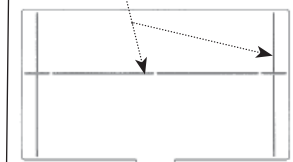

Fig. 9
- If additional space is required for devices greater than 1.7"(43 mm) in depth but not exceeding 2.9"(73 mm) depth attach (6) standoffs (b1) to mounting bracket (f). Depths measured from device mounting surfaces.
- Insert divider (b) between power side and data side. For 50/50 (Fig. 6) combinations insert divider tab into slot (c), Fig. 8. For 60/40 combinations (Fig. 7), break off ends of the divider along scores (See Fig. 9) and insert into slot (d), Fig 8. For shallow depth applications break off top edge of divider plate.
- b. S'il faut plus d'espace pour les dispositifs de plus de 43 mm, mais n'excédant pas 73 mm de profondeur, fixer (6) éléments (b1) au support de montage (f). Calculer la profondeur à partir de la surface de montage du dispositif.
- c. Insérer le séparateur (b) entre les compartiments d'énergie et de données. Pour une répartition 50/50 (Fig. 6), insérer le séparateur dans la fente (c), Fig. 8. Pour une répartition 60/40 (Fig. 7), casser les extrémités du séparateur le long des marques (consulter la Fig. 9) puis insérer dans la fente (d), Fig. 8.